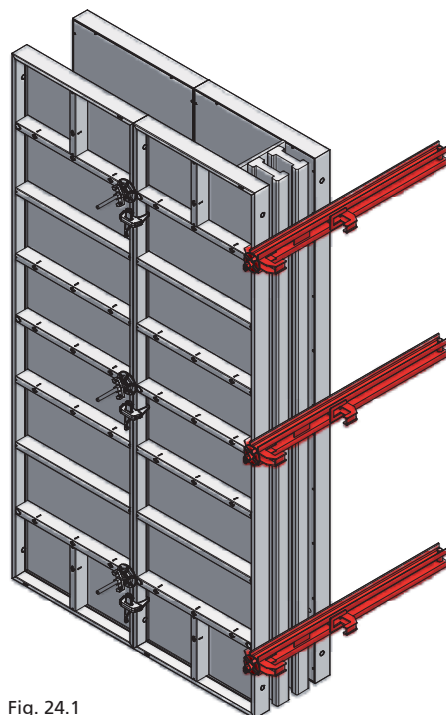

Fig. 24.1
- Sea con broche terminal (Fig. 24.1 y 24.2)